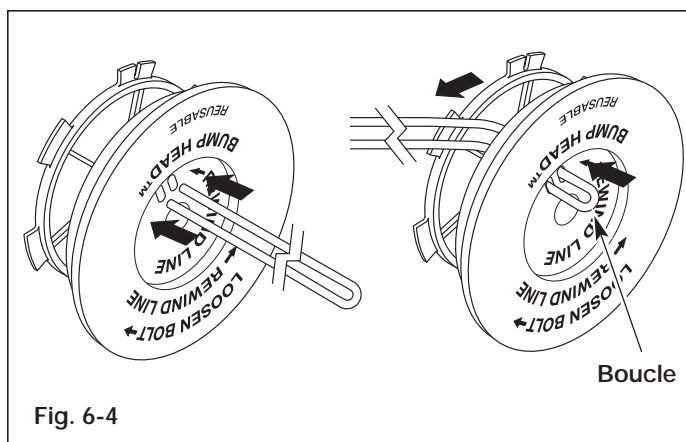

Fig. 6-4
6. Découpez environ 6 m (20 pi) de fil neuf et faites-en deux boucles de longueurs égales. Insérez chaque extrémité de fil dans l'un des deux trous du moulinet (Fig. 6-4). Tirez le fil à travers le moulinet pour que la boucle soit le plus petit possible.